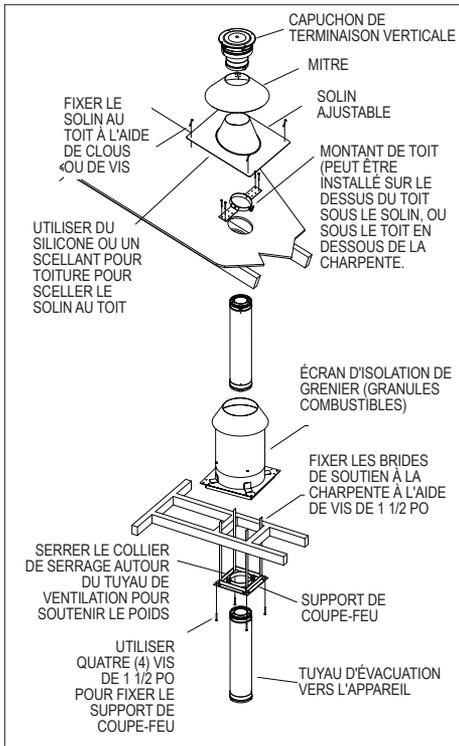

Figure 9
**4. Installer le(s) support(s) de coupe-feu.** Veuillez installer un support de coupe-feu pour chaque ouverture de plancher encadrée. Le support de coupe-feu est homologué pour soutenir un tuyau de ventilation CVS d'une longueur allant jusqu'à 40 pi. Le support de coupe-feu est installé en dessous de l'ouverture, maintenu en place à l'aide de quatre (4) vis à bois de 1 1/2 po aux coins (Fig. 9). À partir de l'autre côté, prolonger les brides du support du coupe-feu et les fixer à une pièce de charpente à proximité à l'aide de vis à bois de 1 1/2 po additionnelles. Tandis que le tuyau passe à travers le support de coupe-feu, installer le collier de serrage autour du tuyau et le serrer à l'aide des vis fournies, afin que le poids du tuyau soit soutenu par le support de coupe-feu (Fig. 9).
Tandis que le tuyau CVS passe à travers le toit, veuillez installer un montant de toit au niveau du toit pour tenir le tuyau en place, dans le cas où ils n'y aurait pas de brides murales dans les 8 pi (**Fig. 9**). Le montant de toit est serré autour du tuyau de ventilation et est fixé sur la face supérieure ou la face inférieure du toit à l'aide d'au moins quatre (4) clous ou vis à bois.
solin et le toit contre les intempéries, et fixer en place le solin en utilisant au moins quatre clous ou vis à couverture de chaque côté du solin (**Fig. 9**).
l'appareil. Une fois que la hauteur du conduit a été atteinte, verrouiller par rotation le capuchon de terminaison verticale dans la section supérieure du tuyau de ventilation pour compléter l'installation verticale (**Fig. 9**). Si le CVS est prolongé de plus de 4 pieds au-dessus du toit, le tuyau de ventilation nécessitera alors un support.